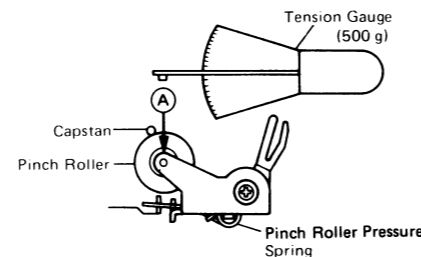

Figure 5-1
2. Push the pinch roller, at the point A shown in Figure 5-1, by using a tension gauge (500 g) so that it will come off the capstan. Then, slowly release the tension until the pinch roller hits the capstan again (i.e., the pinch roller is about to rotate again). Check, then, the tension gauge is reading 300 g to 400 g.
2. Die Federwaage (500 gr.) gegen den in der Abbildung 5-1 angezeigten Punkt A drücken, um die Andruckrolle von der Tonwelle zu trennen. Dann die Druckkraft der Federwaage allmählich verringern, bis die Andruckrolle wieder die Tonwelle berühren kann und sich erneut zu drehen beginnt. Die Federwaage muß zum Zeitpunkt dieser Berührung einen Wert von 300 bis 400 gr. anzeigen.
2. Pousser le galet pinceur sur le point A montré à la Figure 5-1 à l'aide d'un tensiomètre (500 grs.) de façon à ce qu'il soit dégagé du cabestan. Puis, relâcher lentement la tension jusqu'à ce que le galet pinceur touche à nouveau le cabestan (c.-à-d., le galet pinceur va retourner vers sa position d'origine.). Vérifier alors que le tensiomètre marque 300 grs. à 400 grs.